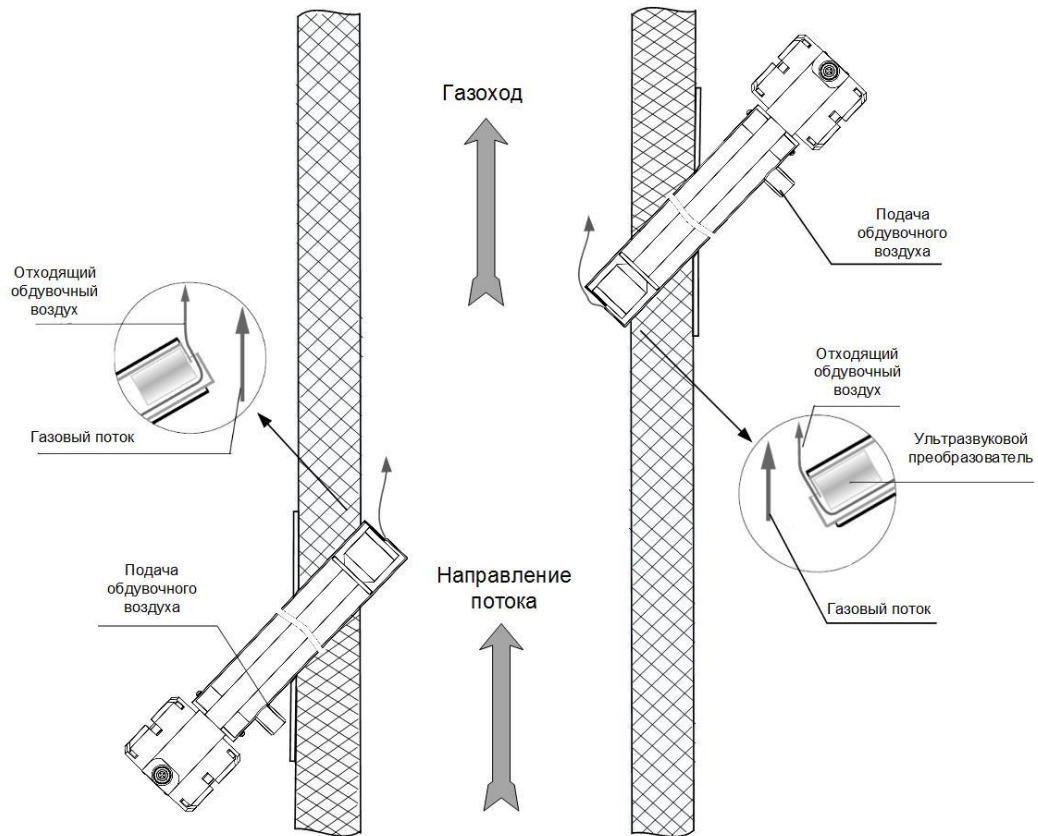

Рисунок 14 - Монтаж ПЭА Г с обдувом
- убедиться в том, что обдувочный воздух подается снизу и выходит в направлении потока газа (см. рисунок 14):